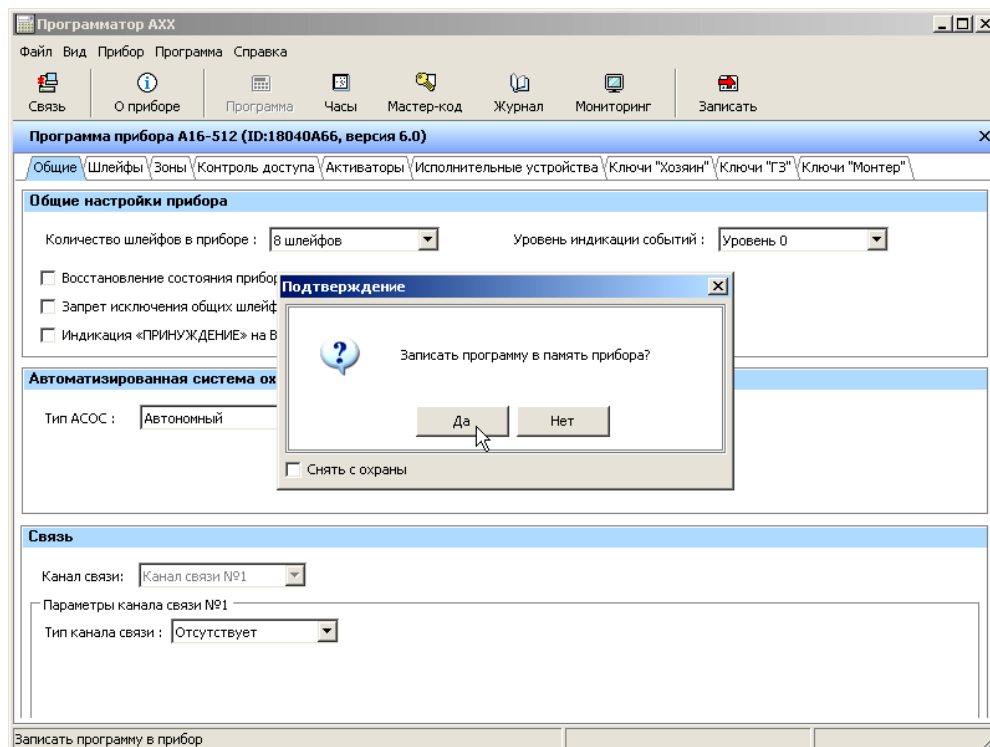

Рисунок 25 – Запись отредактированной конфигурации в память программируемого устройства
**2.3.1.8 Сервисная иконка «Записать».** Кликнув на иконку «Записать», возможно произвести запись отредактированной конфигурации в энергонезависимую память программируемого устройства, рисунок 25.